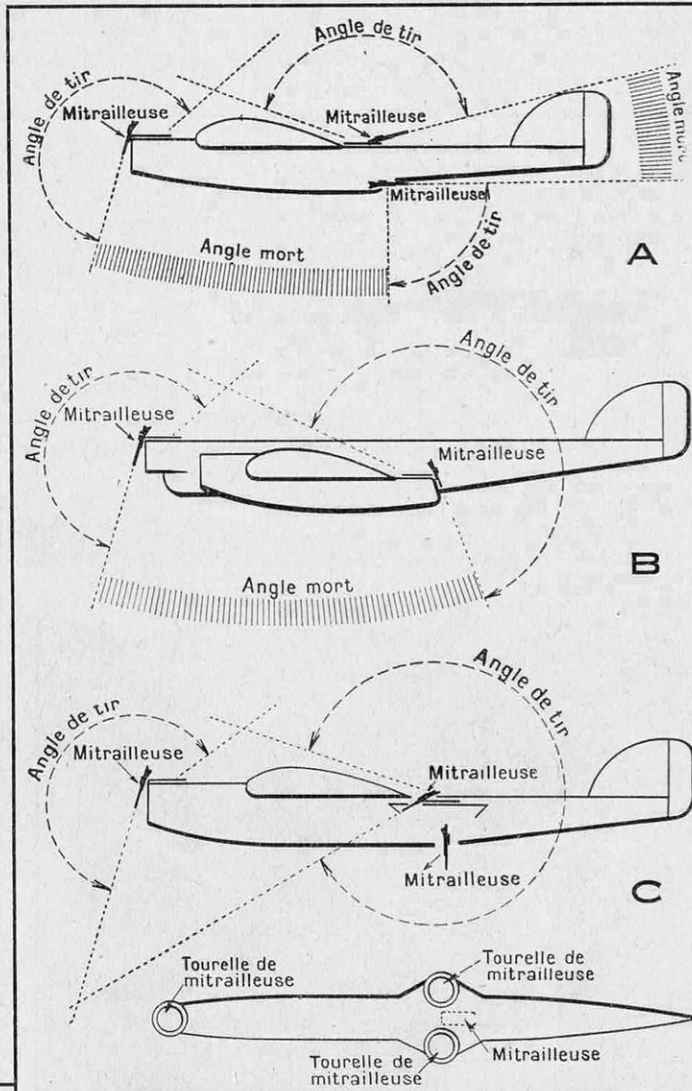

FIG. 8. — L'AMÉLIORATION SUCCESSIVE DES CHAMPS DE TIR DANS LES MULTIPLACES
*Sur cet avion, tous les angles morts ont été supprimés grâce à la disposition spéciale des postes de mitrailleurs arrière, ainsi qu'on peut le voir dans le schéma figure 8.*